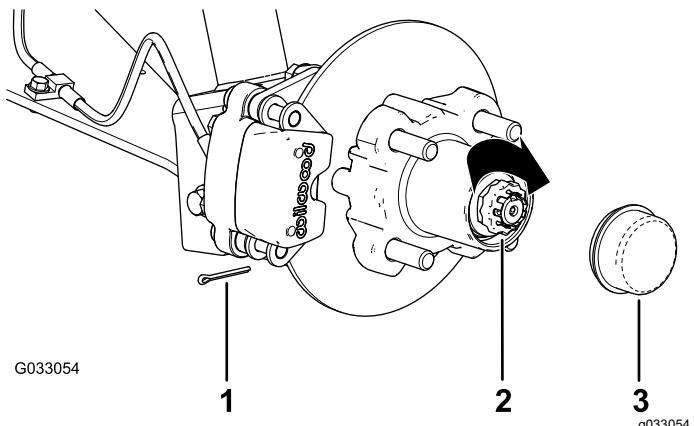

Figura 35
- Instale o retentor por cima da porca e verifique o alinhamento da ranhura no retentor e o orifício no eixo para o contrapino (Figura 35).
- 9. Coloque o contrapino e dobre as pernas em torno do retentor (Figura 35).
- 10. Coloque o tampão antipoeira no cubo (Figura 35).